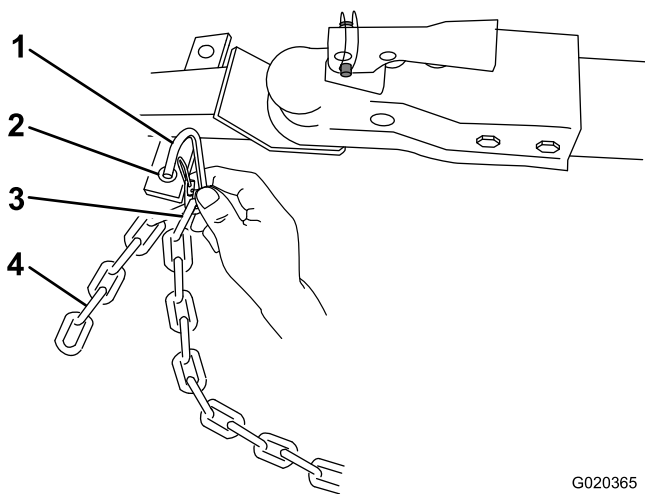

Figure 28
3. Accrochez chaque bout de la chaîne au point de montage de la chaîne de sécurité du véhicule tracteur à l'aide des maillons d'attache (Figure 28).
**Remarque:** Pour les modèles 68007C et 68008C, accrochez les maillons d'attache aux maillons appropriés de la chaîne de sécurité (Figure 28). Si la